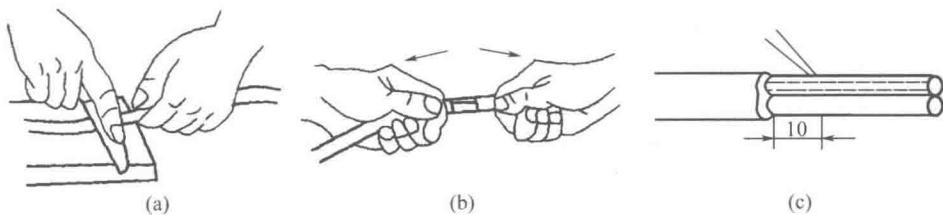

图 1-14 铅包线绝缘层的剖削
- ① 先用电工刀围绕铅包层切割一圈,如图 1-14(a)所示。
- ② 接着用双手来回扳动切口处,使铅层沿切口处折断,把铅包层拉出来,如图 1-14(b)所示。
- ③ 铅包线内部绝缘层的剖削方法与塑料硬线绝缘层的剖削方法相同。